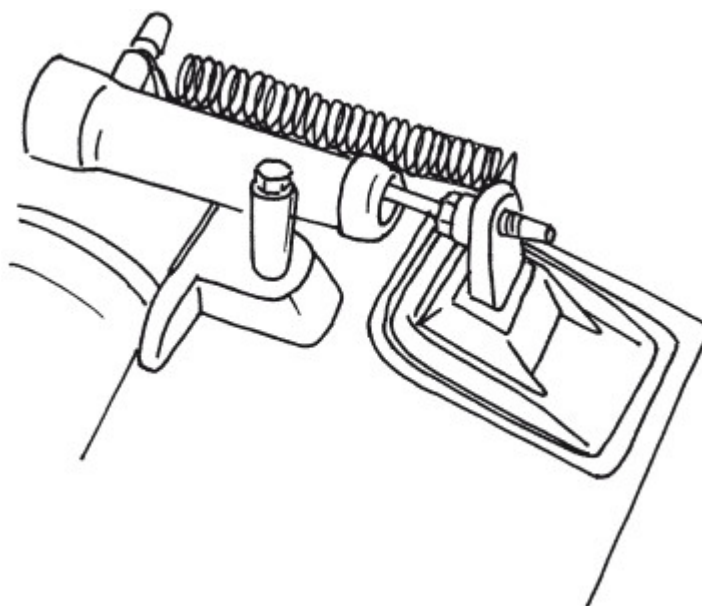

Рисунок 47. Толкатель вилки выключения положения сцепления
- ☐ смазать резьбу специальной смазкой (рис. 47).